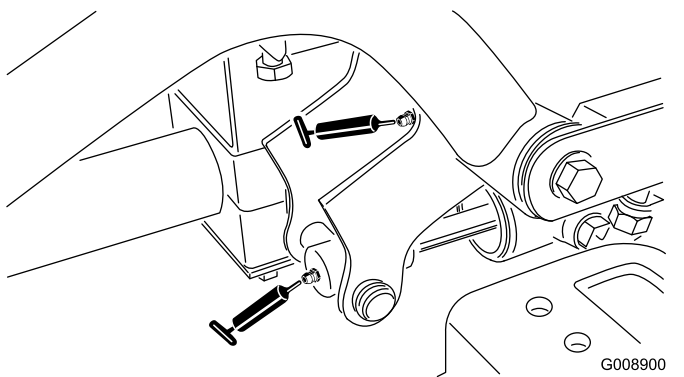

Figure 40
- 2 pivots de bras de levage avant droit et vérin de levage (Figure 40)